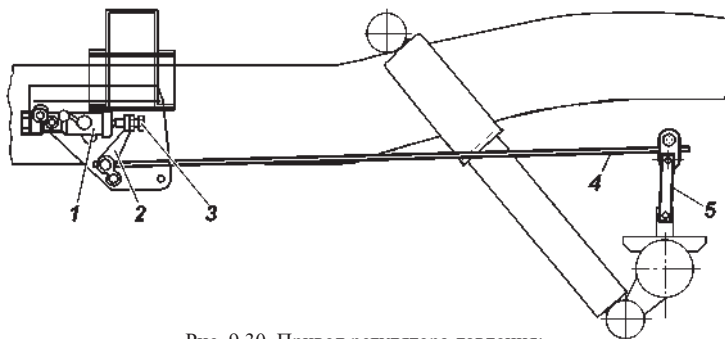

Рис. 9.30. Привод регулятора давления:
При нажатии на педаль тормоза поршень 17 (рис. 9.30) регулятора давления должен выдвинуться из корпуса на 1,7 – 2,3 мм. Отсутствие хода поршня, а также его недостаточный или чрезмерный ход свидетельствует о неисправности регулятора или его привода.
В процессе эксплуатации и при замене задних рессор, необходимо регулировать усилие упругого рычага 4 (рис. 9.30) на поршень регулятора. Регулировку производите в следующей последовательности:
4. Доверните болт 3 (рис. 9.30) на 2/3 оборота (14 граней головки болта).